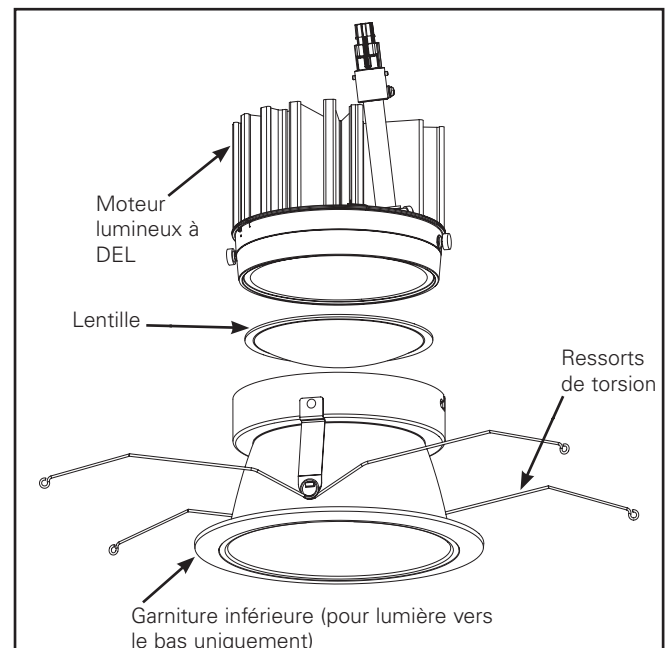

Figure 1. Assemblage de la bague de garniture et de la garniture inférieure
1. Retirez le réflecteur de son emballage de protection. Retirez l'anneau de garniture plastique et jetez-le (uniquement si utilisé dans une installation cylindrique). Retirez le moteur lumineux à DEL de l'emballage de protection (Figure 1.).